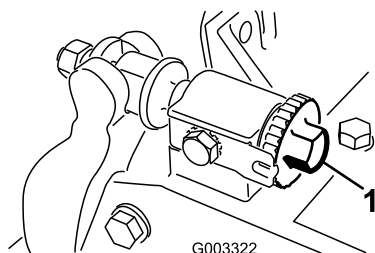

図 11
1. カッティングユニットを平らな水平の作業台の上に置く。ベッドバー調整ねじを左に回してベッドナイフとリールの接触をなくす 図 11。
重要 ユニット左右についているベッドバー調整ねじのナットが床に当たっていないことを確認してください 図 11。